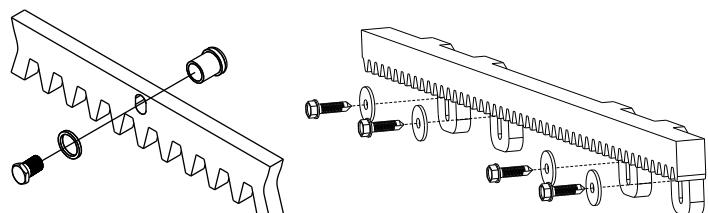

Fig. 7 Cremallera en acero (a soldar)
**5.2.** Fijar en cada elemento de cremallera las lenguetas de soportar mediante los relativos tornillos de bloqueo, teniendo cuidado de posicionarlos en la parte superior del ojal (Fig. 7);